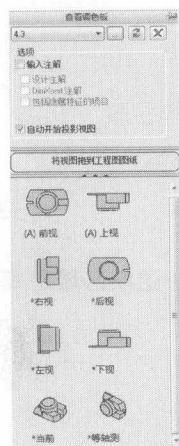

图 1-5 查看调色板
4. 创建空白的工程图，并在“查看调色板”面板中显示出零件的视图，如图 1-5 所示。